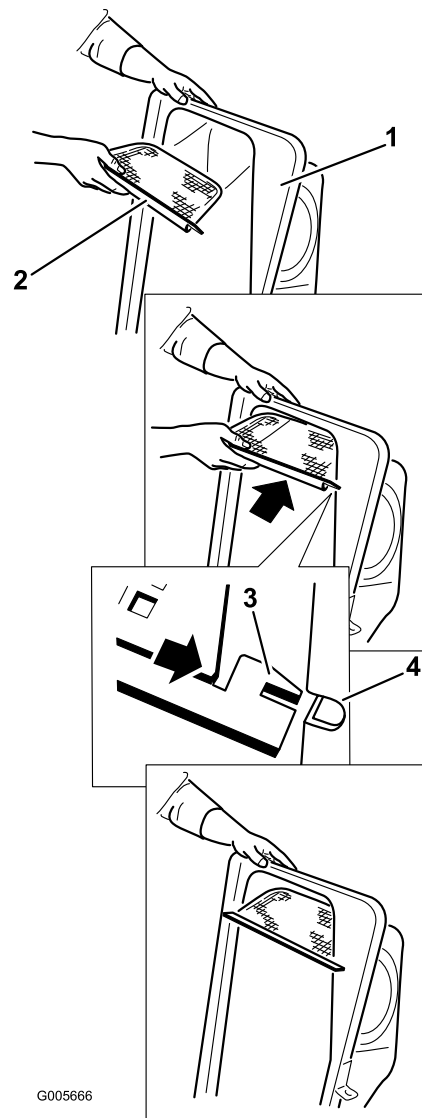

Figura 13
2. Montați ecranul așa cum se arată în Figura 13 și asigurați-vă că este înclinat în jos, spre sacii pentru colectare.